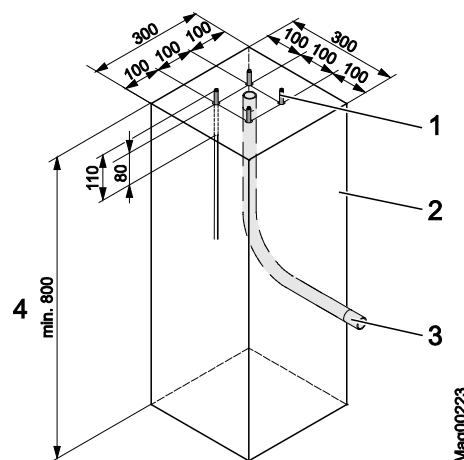

Abb. 18: Fundamentplan Auflagepfosten und Lichtschrankenpfosten
→ Siehe Seite 47, Abb. 12 und Seite 54, Abb. 18.
1. Fundamentloch gemäß Abb. 12 und Abb. 18 ausheben.
2. Leerrohr gemäß Abb. 18 im Fundamentloch verlegen.
4. Fundament mit Beton gemäß Abb. 18 ausbetonieren.